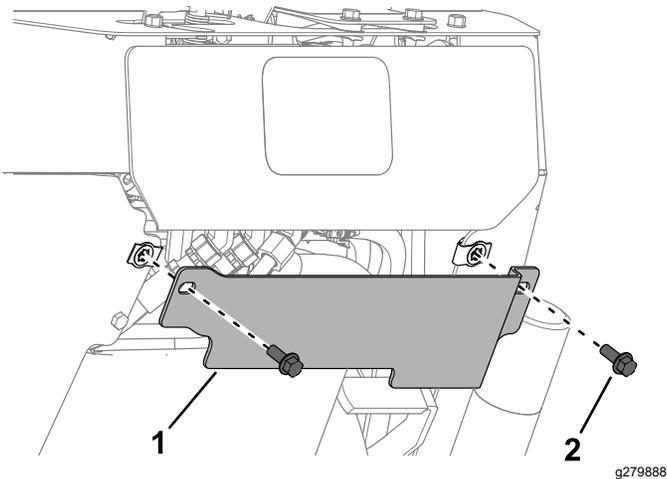

Bild 10
1. Entfernen Sie die hintere Schutzvorrichtung (Bild 10).